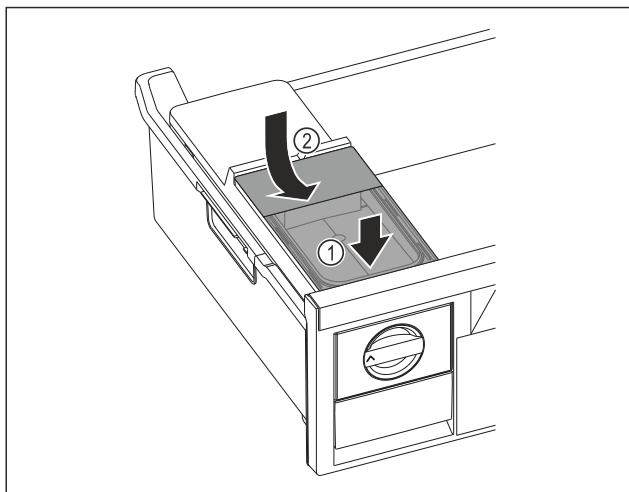

Fig. 129
- Nádržku na vodu nasadíte vpredu. Fig. 129 (1)
- Nádržka na vodu spustíte vzadu. Fig. 129 (2)